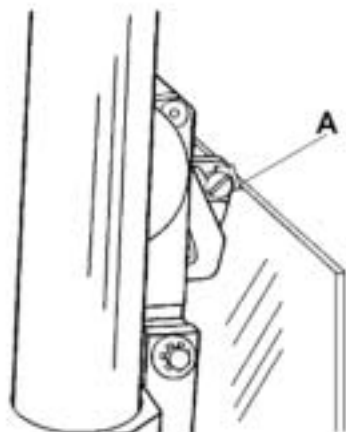

Figure 18
4. Prenez la TÊTE DE COUPE de la main droite et appuyez sur le LEVIER DE TAQUET COURT avec le pouce droit. Faites glisser la TÊTE DE COUPE vers le haut et relâchez le LEVIER DE TAQUET COURT de manière à ce que le bout de la lame d'entaille soit juste à la surface du plastique aussi près que possible du bord supérieur. Elle devrait être à environ 1 mm (1/32 de po.) du rebord supérieur. Référez-vous (A) Figure 18.